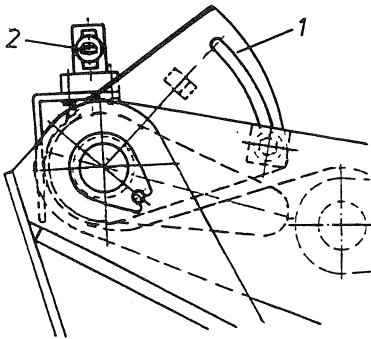

Bild 12
Die gewünschte Hubhöhe wird mit der Schaltkulisse (Bild 12/1) eingestellt.
se (Bild 12/1) lösen und Schaltkulisse
Ventiles (Bild 12/2) eingedrückt ist,
The requested lifting height is adjusted by means of a trip cam (Fig. 12/1).
- Unscrew hexagon bolt of the trip cam (Fig. 12/1) and shift the trip cam until the slide of the valve (Fig. 12/2) is impressed.
Régler la hauteur désirée à l'aide de la coulisse de réglage (fig. 12/1).
- Desserrer le boulon hexagonal de la coulisse de réglage (fig. 12/1) et tourner la coulisse jusqu'à ce que l'obturateur de la soupape (fig. 12/2) soit enfoncé.